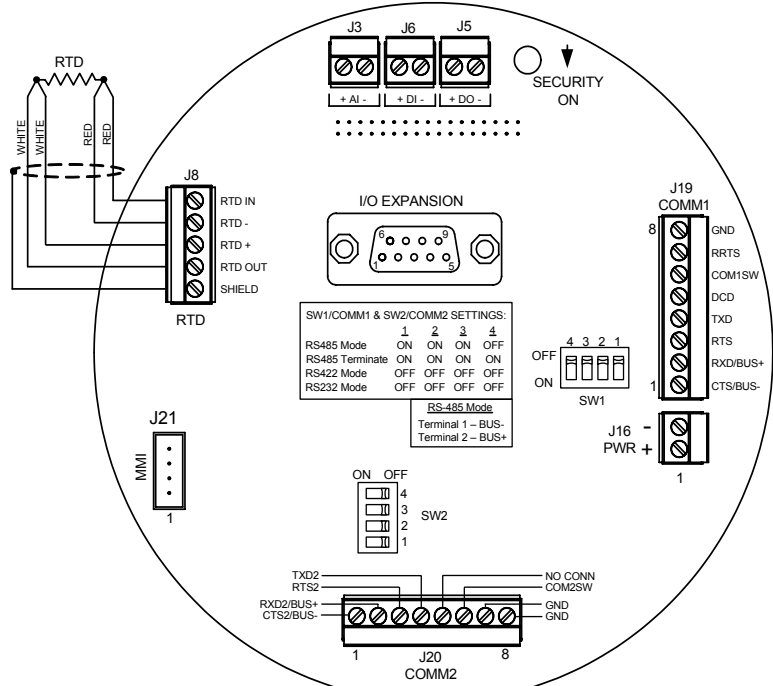

Figure 9 (carte de terminaison XFC6200EX)
8. Installez les cosses à fourche du câble de la sonde sous la tête des petites vis, conformément au plan. Une couleur (en général le blanc) représente un côté du RTD et va aux connexions du RTD (sortie et +) sur le 6200EX ; et l'autre couleur (en général le rouge) représente l'autre côté du RTD et va aux connexions (entrée et -). Voir la figure 9 à la page 12 pour une présentation des bornes du RTD 6200EX.
- Vérifiez que les commutateurs SW1 ou SW2 de la carte de terminaison sont dans la position appropriée. (Voir figure 9 à la page 12)